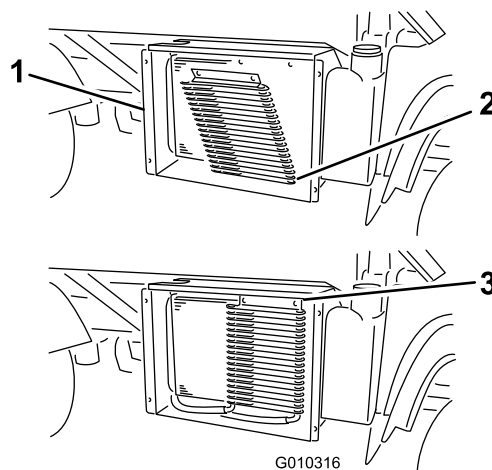

図 13
1. ラジエーターの下にあるスロットに、クーラ取り付け用タブを差し込む 図 13。
2. クーラを回転させて立てた姿勢とし、クーラの上部を ¼ 回転ファスナーでラジエーターに固定する 図 13。